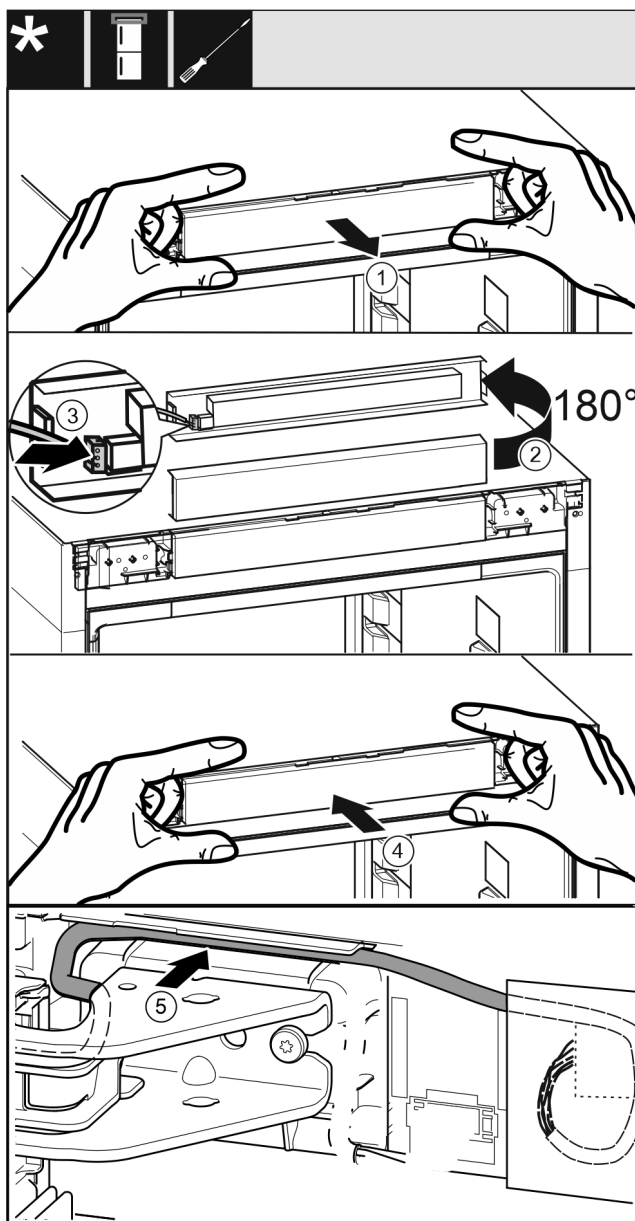

Fig. 62
- Retirer avec précaution le panneau de commande Fig. 62 (1).
- Tourner le panneau de commande Fig. 62 (2) de 180° vers le haut.
- Enclencher le connecteur Fig. 62 (3) sur le cache du panneau de commande.
- Enclencher à nouveau le panneau de commande Fig. 62 (4) sur l'appareil.
- Poser avec précaution le câble Fig. 62 (5) dans le guide au-dessus du support de palier supérieur.